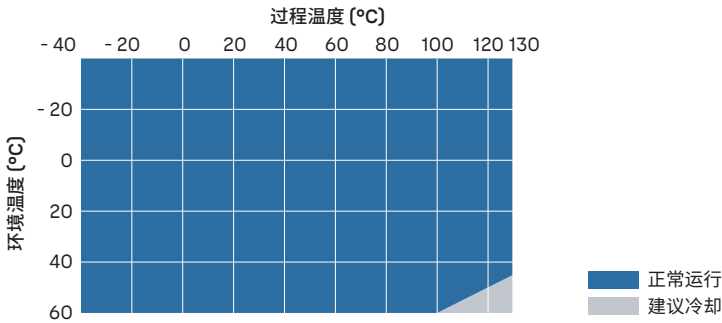

图 68 过程温度和建议冷却措施
- 根据 图 68 \(第 289 页\)，使用额外的冷却措施。请注意，图中的温度数值是概数。所需的具体冷却数值取决于安装位置和环境。